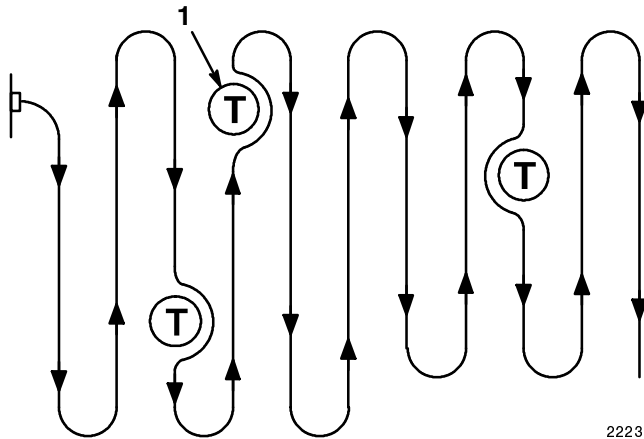

Figure 13
1. Commencer la tonte du côté de la prise de courant et travailler en lacets, en s'en éloignant progressivement (Fig. 13).